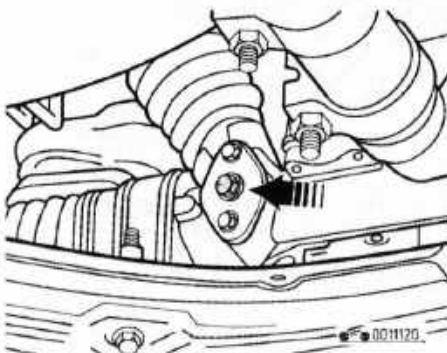

Рис. 7.4. Винт регулировки люфта рулевой передачи без гидроусилителя
1. Установите рулевое колесо в положение прямолинейного движения и вверните самоконтрящийся винт регулировки приблизительно на 20° (рис. 7.4).